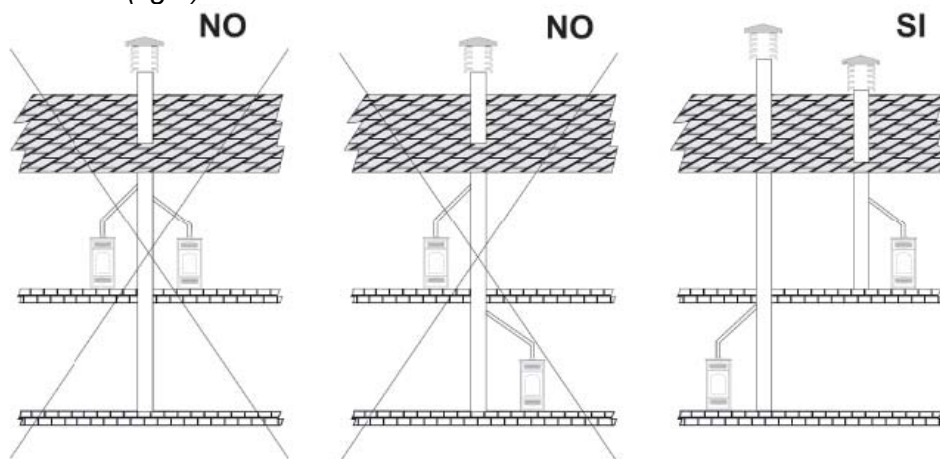

Fig 1
-Non dovrà essere collegato nessun altro caminetto, stufa, caldaia, o cappa aspirante di nessun tipo (fig.1).